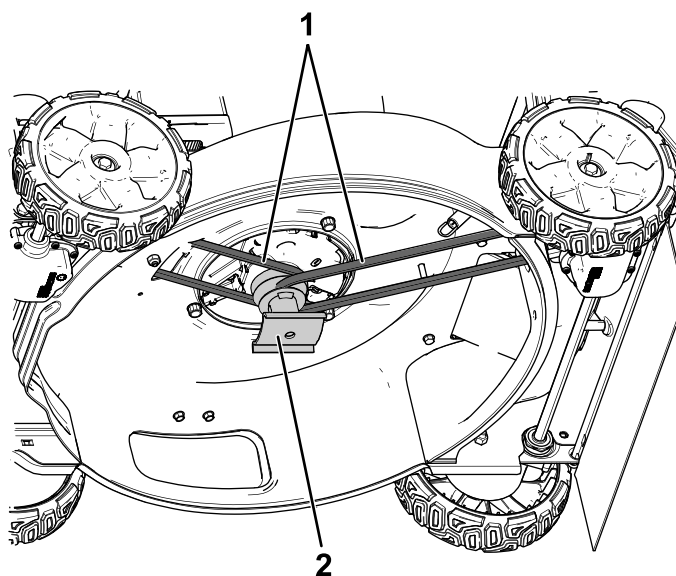

Figuur 3
7. Verwijder de onderste riemkap achter alsook de bijbehorende bouten; bewaar deze onderdelen (Figuur 3).